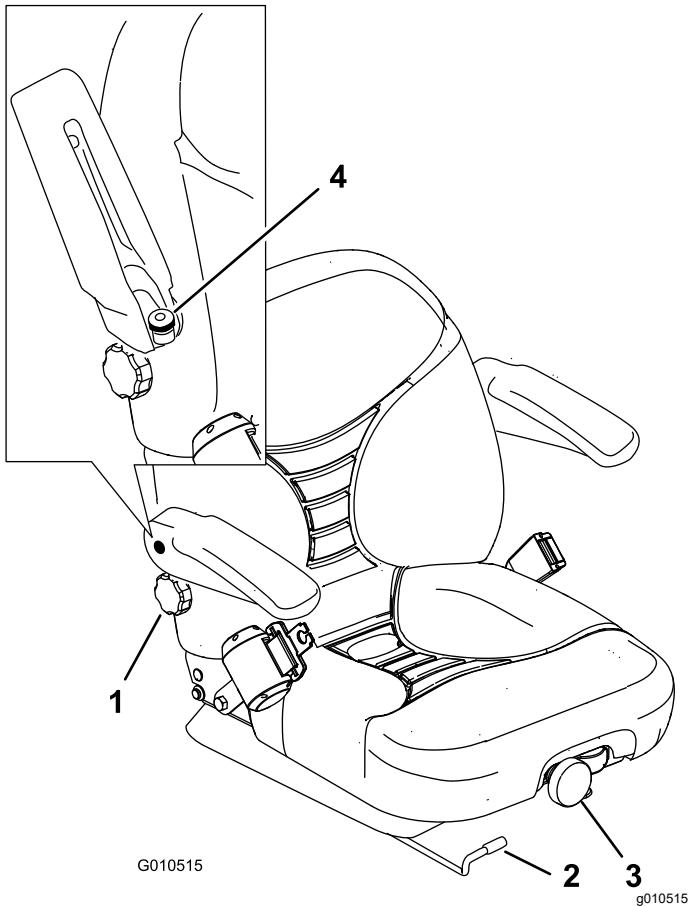

Figura 34
1. Mueva la palanca lateralmente para desbloquear el asiento (Figura 34).
Para ajustarlo, gire el pomo delantero en cualquier sentido hasta encontrar la posición más cómoda (Figura 34).
Para ajustarlo, gire el pomo situado debajo del reposabrazos derecho en cualquier sentido hasta encontrar la posición más cómoda (Figura 34).
Levante el reposabrazos y gire el pomo en cualquier sentido hasta encontrar la posición más cómoda (Figura 34).